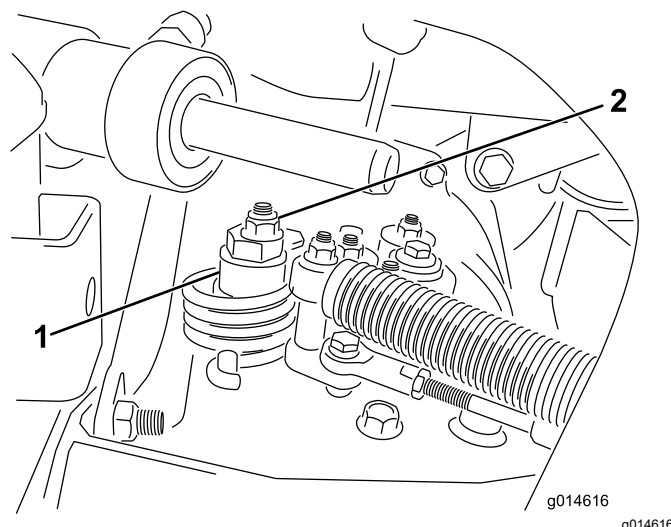

Figura 39
- A. Afrouxe a porca que prende o excêntrico ao topo do hidrostato (Figura 39).
- C. Gire o excêntrico até que o deslizamento não ocorra em nenhuma direção. Quando a roda parar de girar, aperte a porca travando o excêntrico e o ajuste (Figura 39). Verifique o ajuste com o acelerador na posição SLOW e FAST.